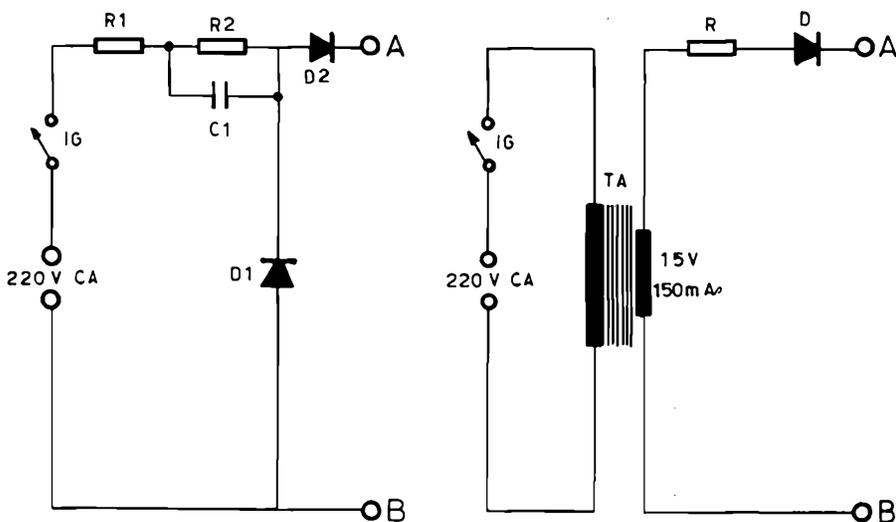

Figura 1-B - A sinistra, metodo di alimentazione del dispositivo direttamente attraverso la tensione alternata di rete; a de-
Lo schema elettrico del temporizzatore a relè è riprodotto in figura 1-A: l'intero dispositivo può essere montato con estrema semplicità, usufruendo soltanto di un transistor a giunzione singola (T) e di un triac (TR).
L'alimentazione può avere luogo senza l'impiego di un trasformatore secondo il circuito di alimentazione riportato a sinistra in figura 1-B, per cui è importante
Nello schema di figura 1-A, i punti A e B identificano rispettivamente i poli positivo e negativo dell'alimentazione: nel caso in cui si preferisca evitare l'impiego di un trasformatore, la sezione di alimentazione può presentare lo schema di figura 1-B a sinistra, impiegando componenti i cui valori verranno precisati nell'apposito elenco. Se invece si preferisce adottare un sistema di alimentazione a trasformatore, ci si potrà basare sullo schema di figura 1-B a destra: il secondario dovrà fornire una
Figura 1-A - Schema elettrico completo della sola sezione elettronica del temporizzatore. Le lettere A e B indicano rispettivamente il lato positivo e quello negativo dell'alimentazione.
Per quanto riguarda il doppio deviatore «DEV.» visibile nello schema di figura 1, e azionato da comando unico, il circuito stampato comporta in totale quattro punti di ancoraggio. Anche per quanto riguarda questo commutatore, si precisa che è possibile usare un tipo a cursore per fissag-
gio diretto sulla piastrina a circuito stampato; ma è ugualmente possibile adottare un tipo per fissaggio a pannello, nel qual caso il collegamento avrà luogo mediante conduttori flessibili isolati, con minime difficoltà agli effetti dell'individuazione della tecnica esatta di collegamento, facilmente rilevabile controllando alternativamente lo schema elettrico di figura 1 e il disegno di figura 3, rispetto al circuito stampato di figura 2.